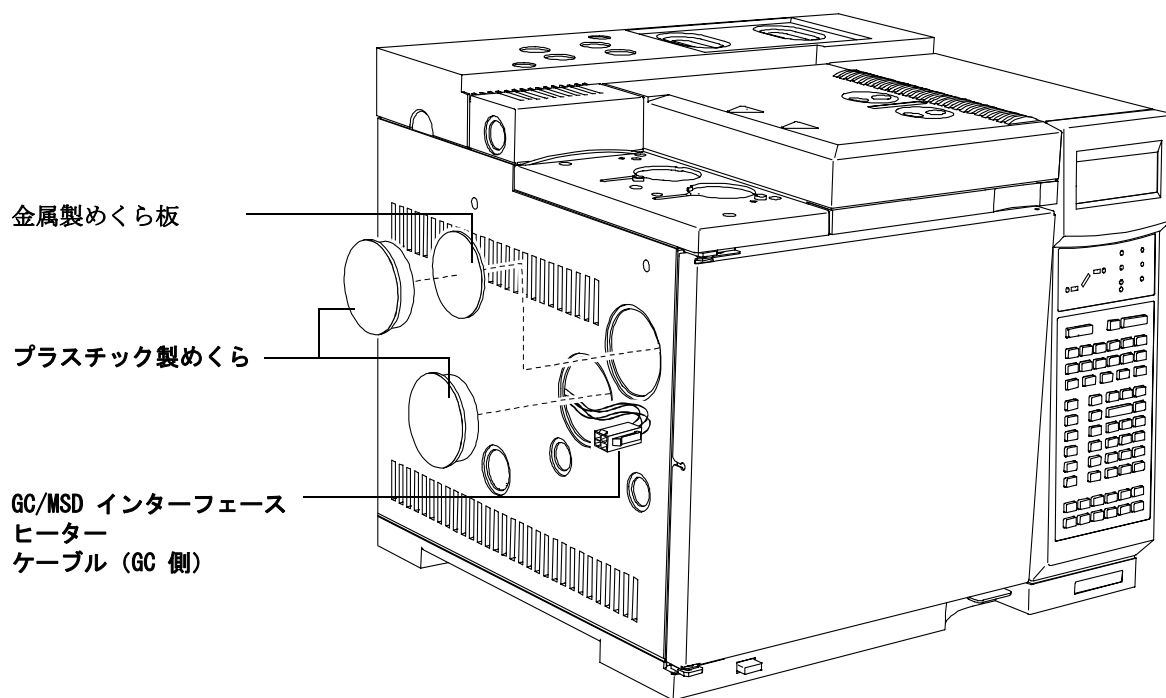

図 3 めくら板の取り外し
- 3 マイナスドライバーを使用して、オープンの内壁から前面上部の金属製めくら板を外します (図 3 を参照)。